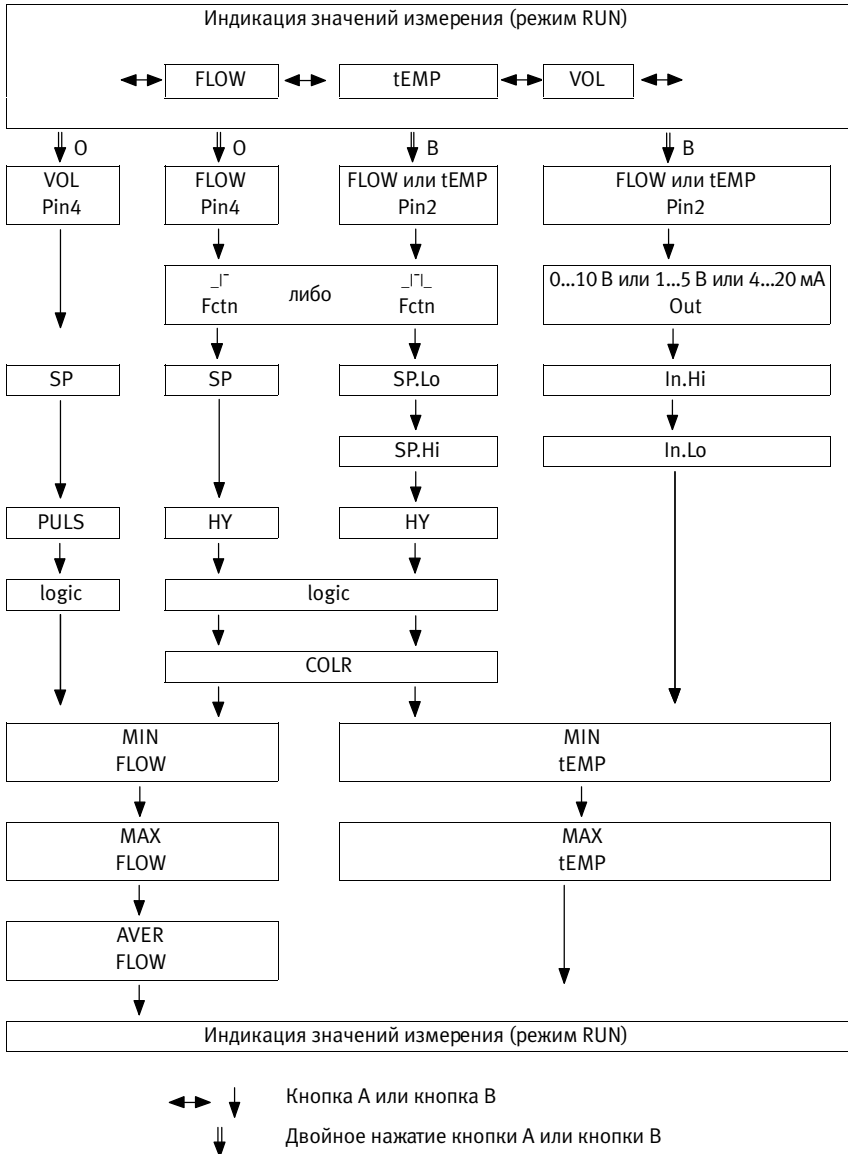

Fig. 12 Структура меню режима SHOW
Нажатием кнопки A или кнопку B может выполняться переключение индикации между измеряемыми параметрами расхода, объема и температуры (➔ Fig. 12).
1. В зависимости от выхода следует дважды нажать кнопку А или кнопку В (→ Fig. 12).
1. В зависимости от выхода нажмите несколько раз кнопку А или кнопку В (→ Fig. 12).
1. Нажмите кнопку А несколько раз (→ Fig. 12).